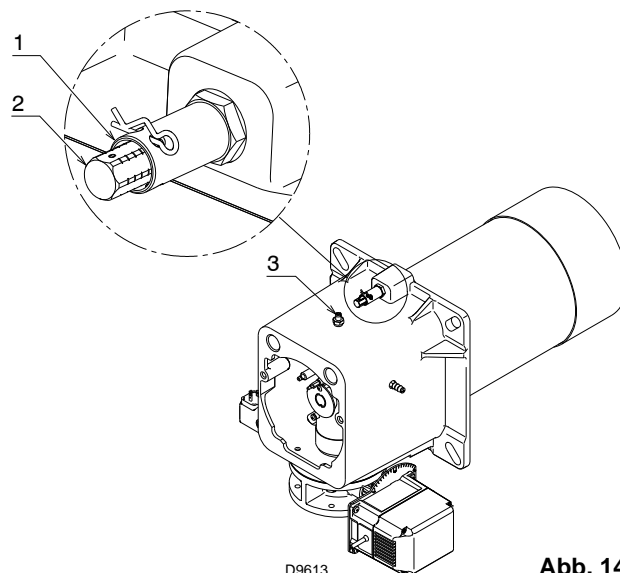
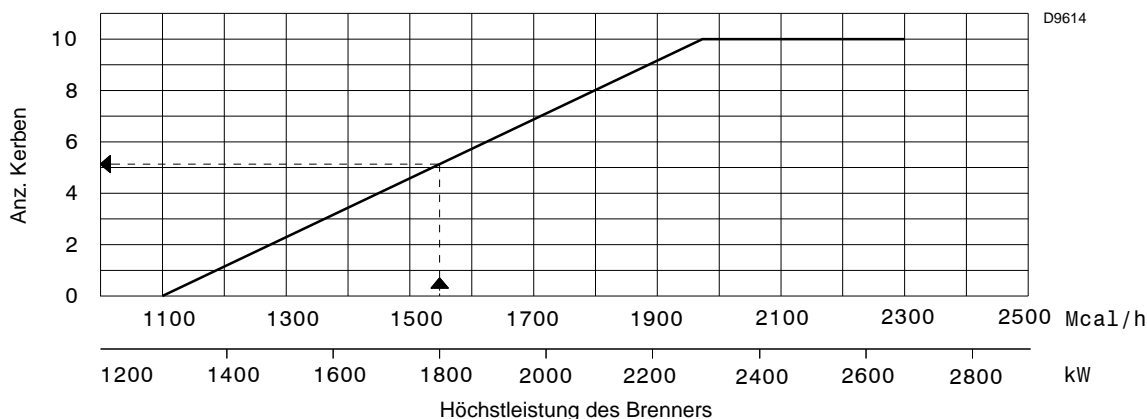

Abb. 14
Abb. 15
Finden Sie im Diagramm auf Abb. 15 die Kerbe, auf die die Schraube 2) (Abb. 14) eingestellt werden muss.
Aus dem Diagramm auf Abb. 15 geht hervor, dass für diese Leistung die Einstellung der Luft an Kerbe 5 vorgenommen wird.
- Flammkopf gemäß Diagramm von Abb. 15 eingestellt